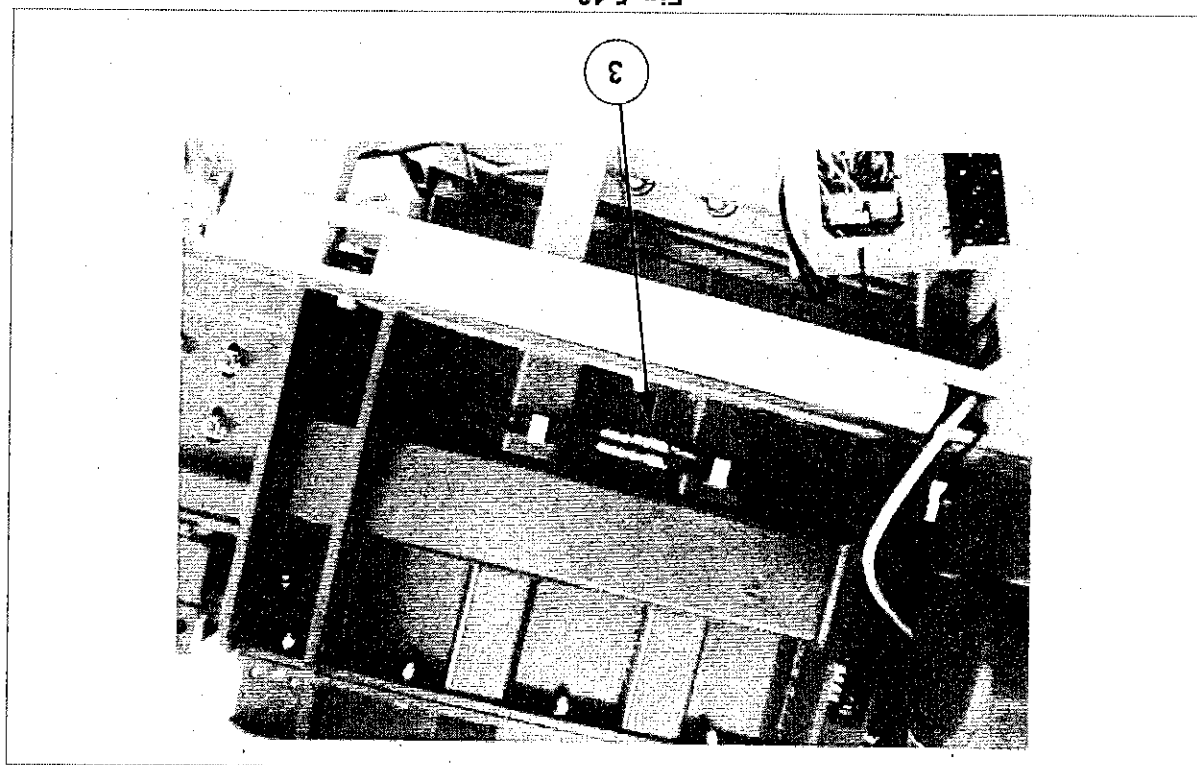
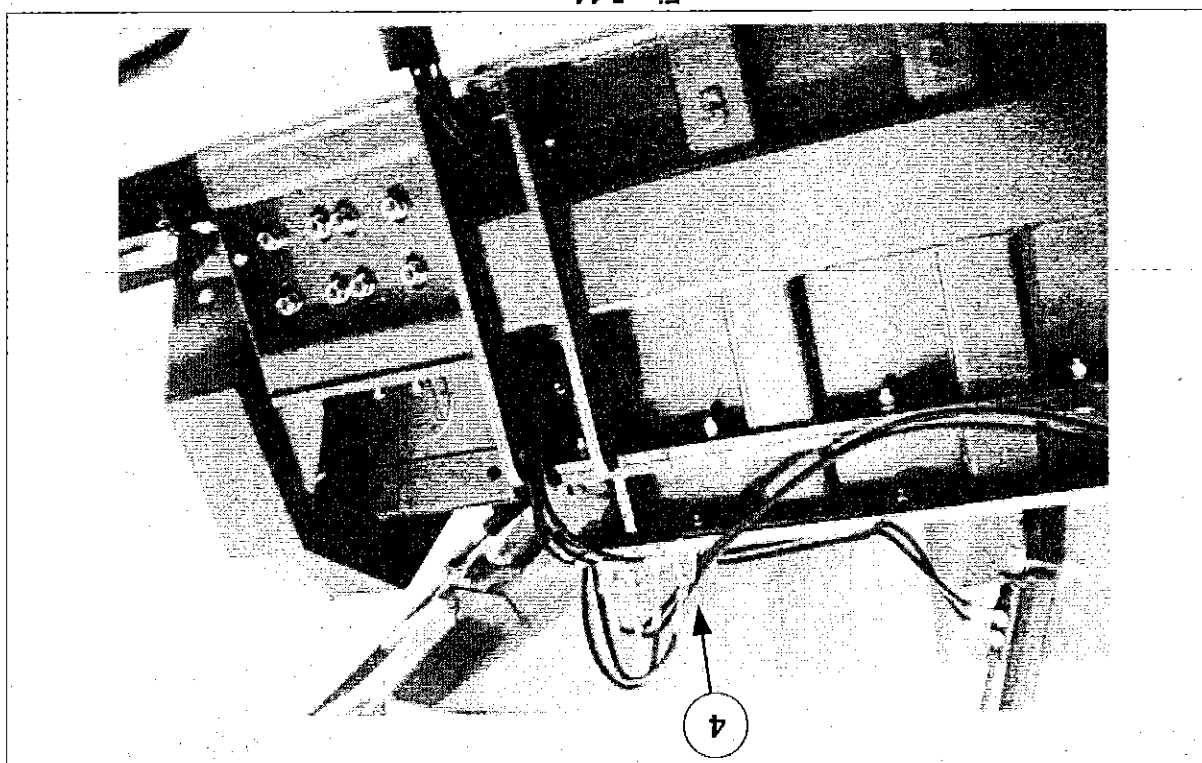

Fig. 5-13
Fig. 5-14
- 4) Scollegare i tubi idraulici relativi ai martinetti del tegolo e della tramoggia part. 3 di fig. 5-13 e part. 4 di fig. 5-14.